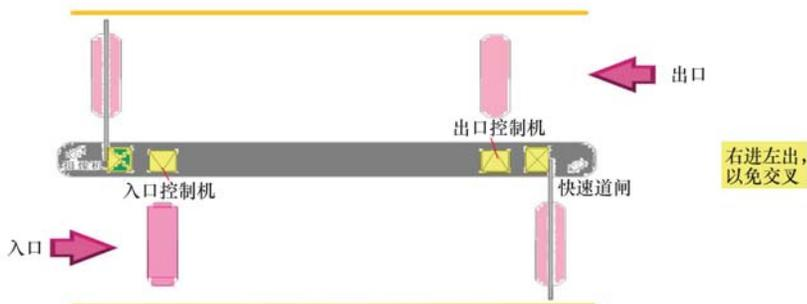

图 8-13 一进一出右进左出
(8) **右进左出**——采用右进左出，以免交叉，如图8-13所示。